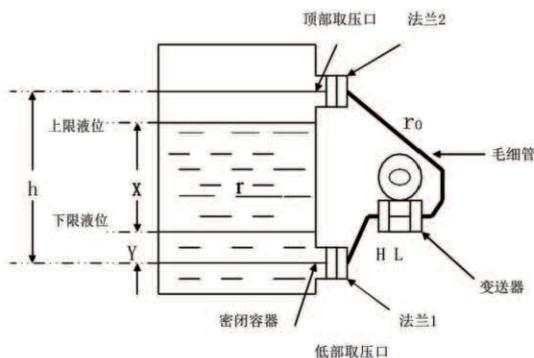

图 5-12 双法兰连接法
② 双法兰连接法 如果密闭容器内液面上的气体会冷凝，用干导压连接法连接时，与变送器低压侧连接的导压管会逐渐积聚液体，引起测量误差。为消除这种误差，应在密闭容器的顶部和低部的取压口分别安装远传法兰，称为双法兰连接法，如图 5-12 所示；